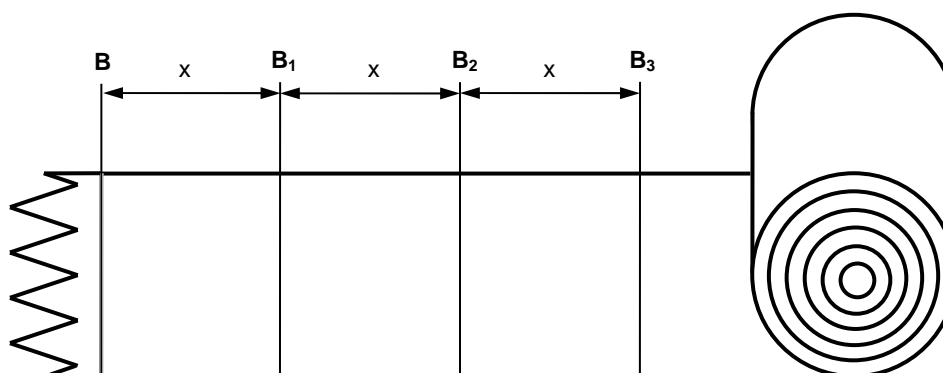

Figura 2: Taglio in continuo e in serie
- ❑ E' visibile il segno B dell'ultima operazione di taglio. Questo segno viene usato come riferimento per la successiva procedura di misurazione e taglio secondo la sezione 4.2 (vedere figura 2).
- ❑ Se devono essere tagliate serie di cinghie/nastri, le lunghezze possono essere contrassegnate prima dell'operazione di taglio, come indicato nella figura 2.